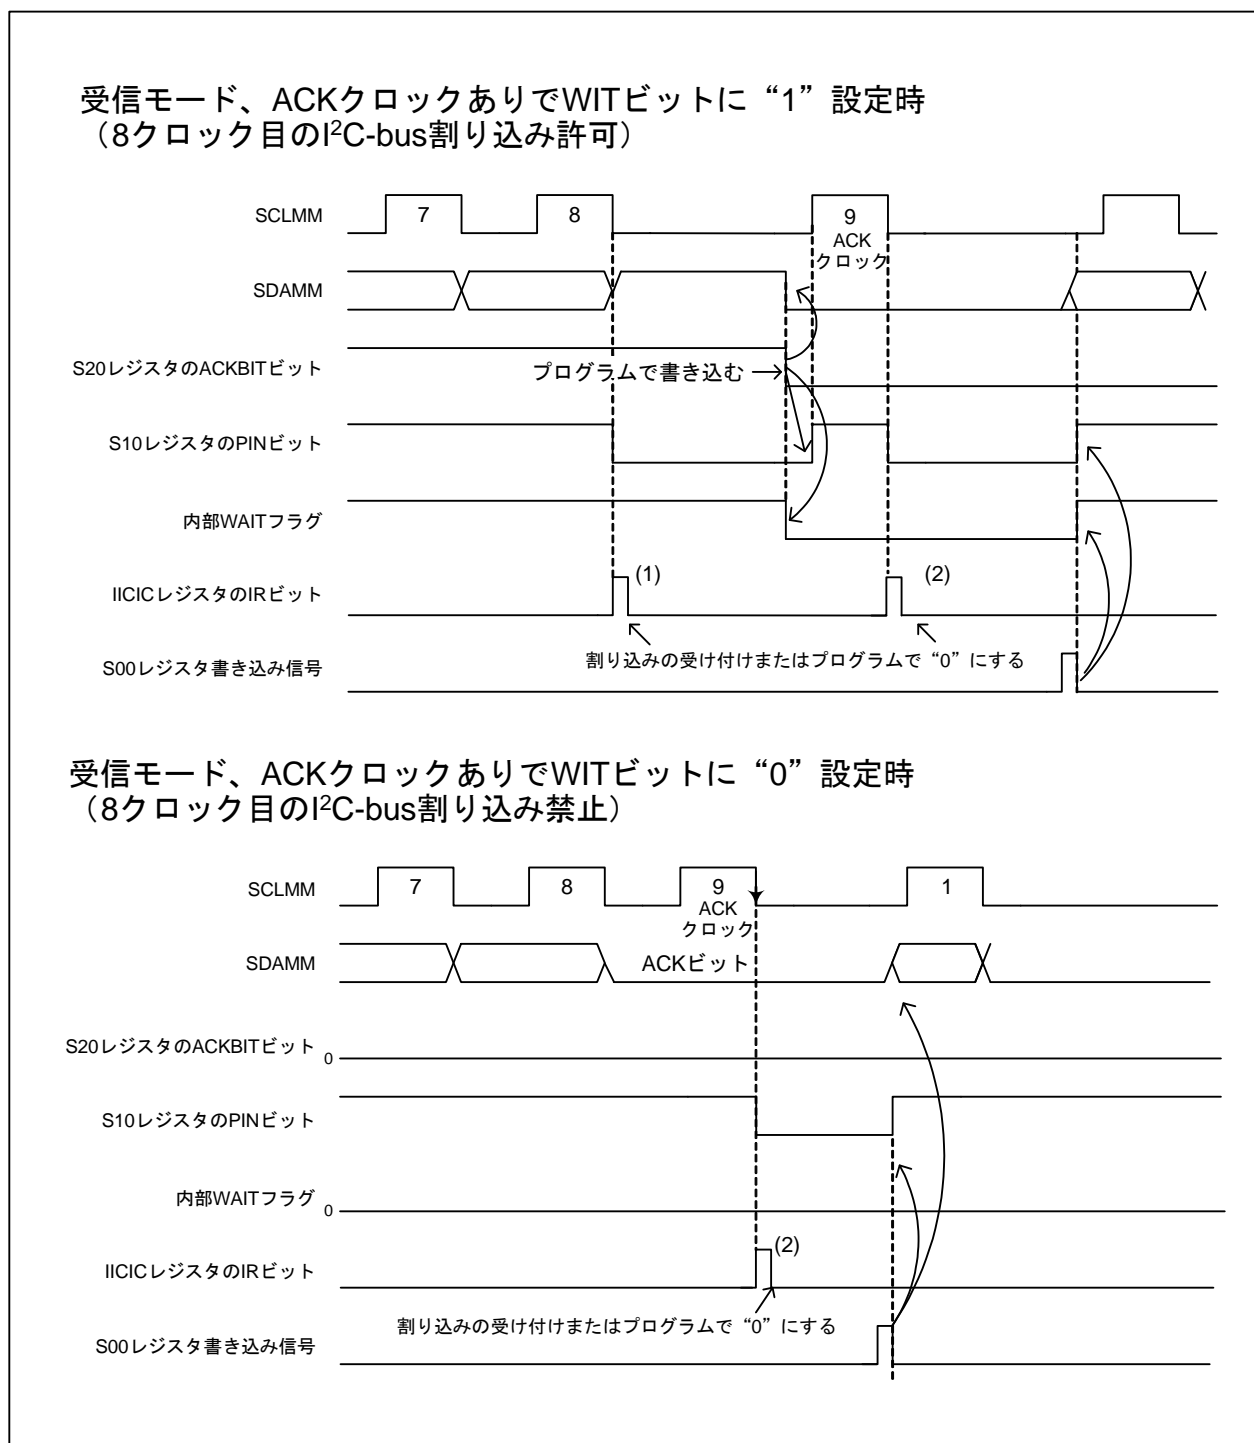

図 22.4 データ受信時の割り込み要求発生タイミング
表 22.6 にデータ受信時の割り込み要求発生タイミングと送受信再開の方法を、図 22.4 にデータ受信時の割り込み要求発生タイミングを示します。
注1. 図 22.4 IICICレジスタのIRビット (1) のタイミング
注2. 図 22.4 IICICレジスタのIRビット (2) のタイミング